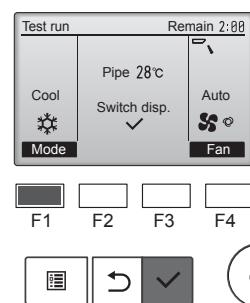

Fig. 7-3
- กดปุ่ม [F1] เพื่อเปลี่ยนโหมดการทำงาน (Fig. 7-3)